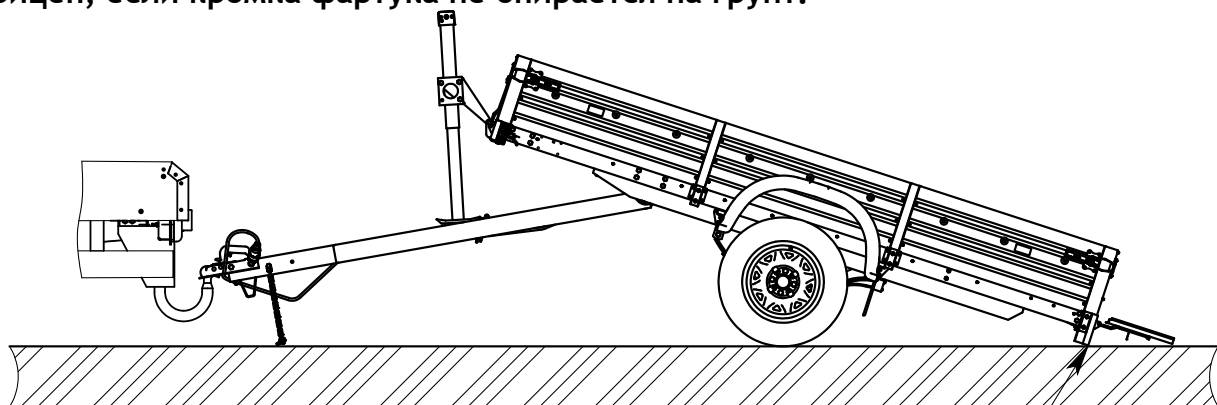

Рис.8
7.3 Откиньте задний борт прицепа (Рис.8).